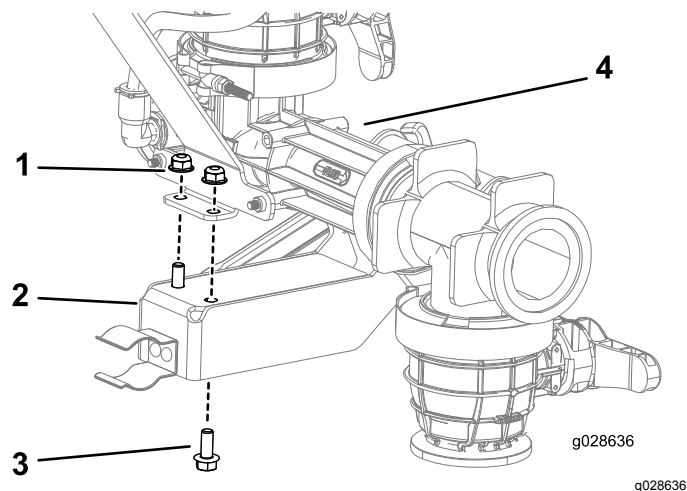

Figura 11
1. Ligue o manípulo ao misturador utilizando dois parafusos de cabeça flangeada e duas porcas de cabeça flangeada (Figura 11).